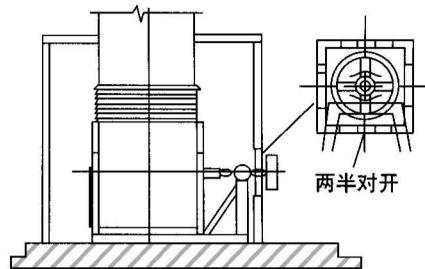

图17
B. 送风机如以皮带轮驱动，其皮带轮应尽可能装于密闭箱外，为使轴承或皮带轮坏时更换方便起见，轴端箱壁必须有两半对开盖板，以便易于施工(图17)。